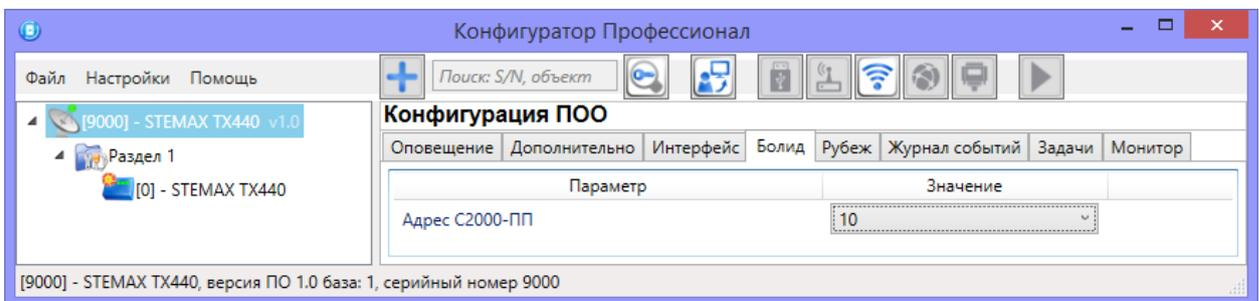

Рисунок 10.3 – Вкладка «Болд»
- На вкладке «Болд» (см. рисунок 10.3) выберите адрес преобразователя протоколов С2000-ПП в сети RS-485.